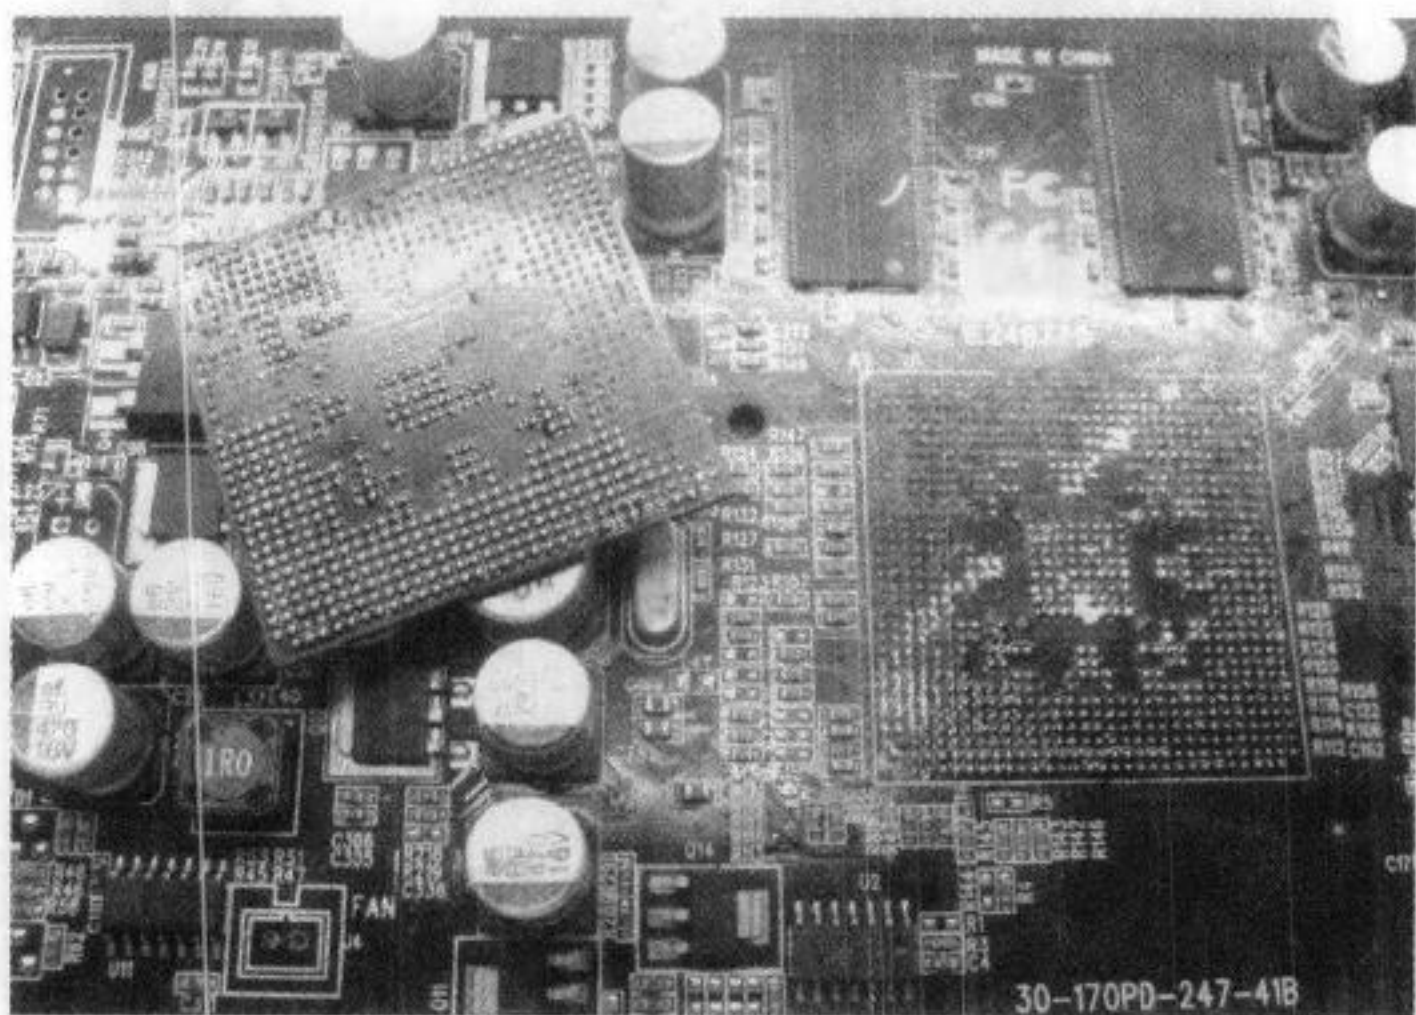

图 4-33 取下 GPU
(1) 使用 BGA 拆焊机小心地取下 GPU, 注意别碰乱周边的零件, 如图 4-33 所示。